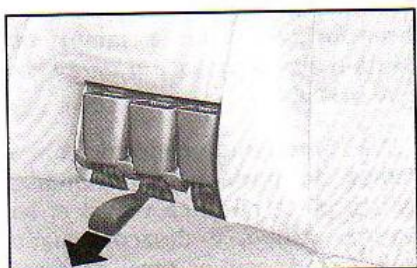

fig. 110
1) Colocar as fivelas dos cintos de segurança nas caixas existentes no encosto fig. 110.